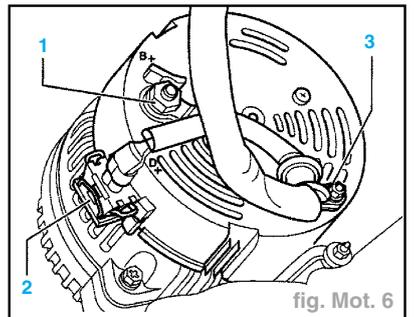

fig. Mot. 6
- Dévisser la borne **30/B+** du câble (1) sur l'alternateur (fig. Mot. 6).
- Débrancher le connecteur (2) de la borne **D+**.
- Dévisser le collier de câble (3).